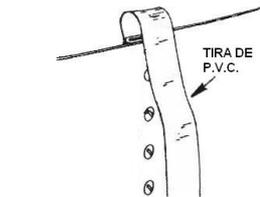

fig. 18
d) Coprire gli estremi della giunzione e la giunta della parete (per l'interno della piscina) oltre alle viti, con la striscia di PVC per proteggere il liner dalla frizione contro le viti e che normalmente è la causa principale della sua rottura (fig. 18). Questa striscia dev'essere fermamente incollata in ques'area e si è necessario, utilizzare nastro adesivo per fissarla alla parete.